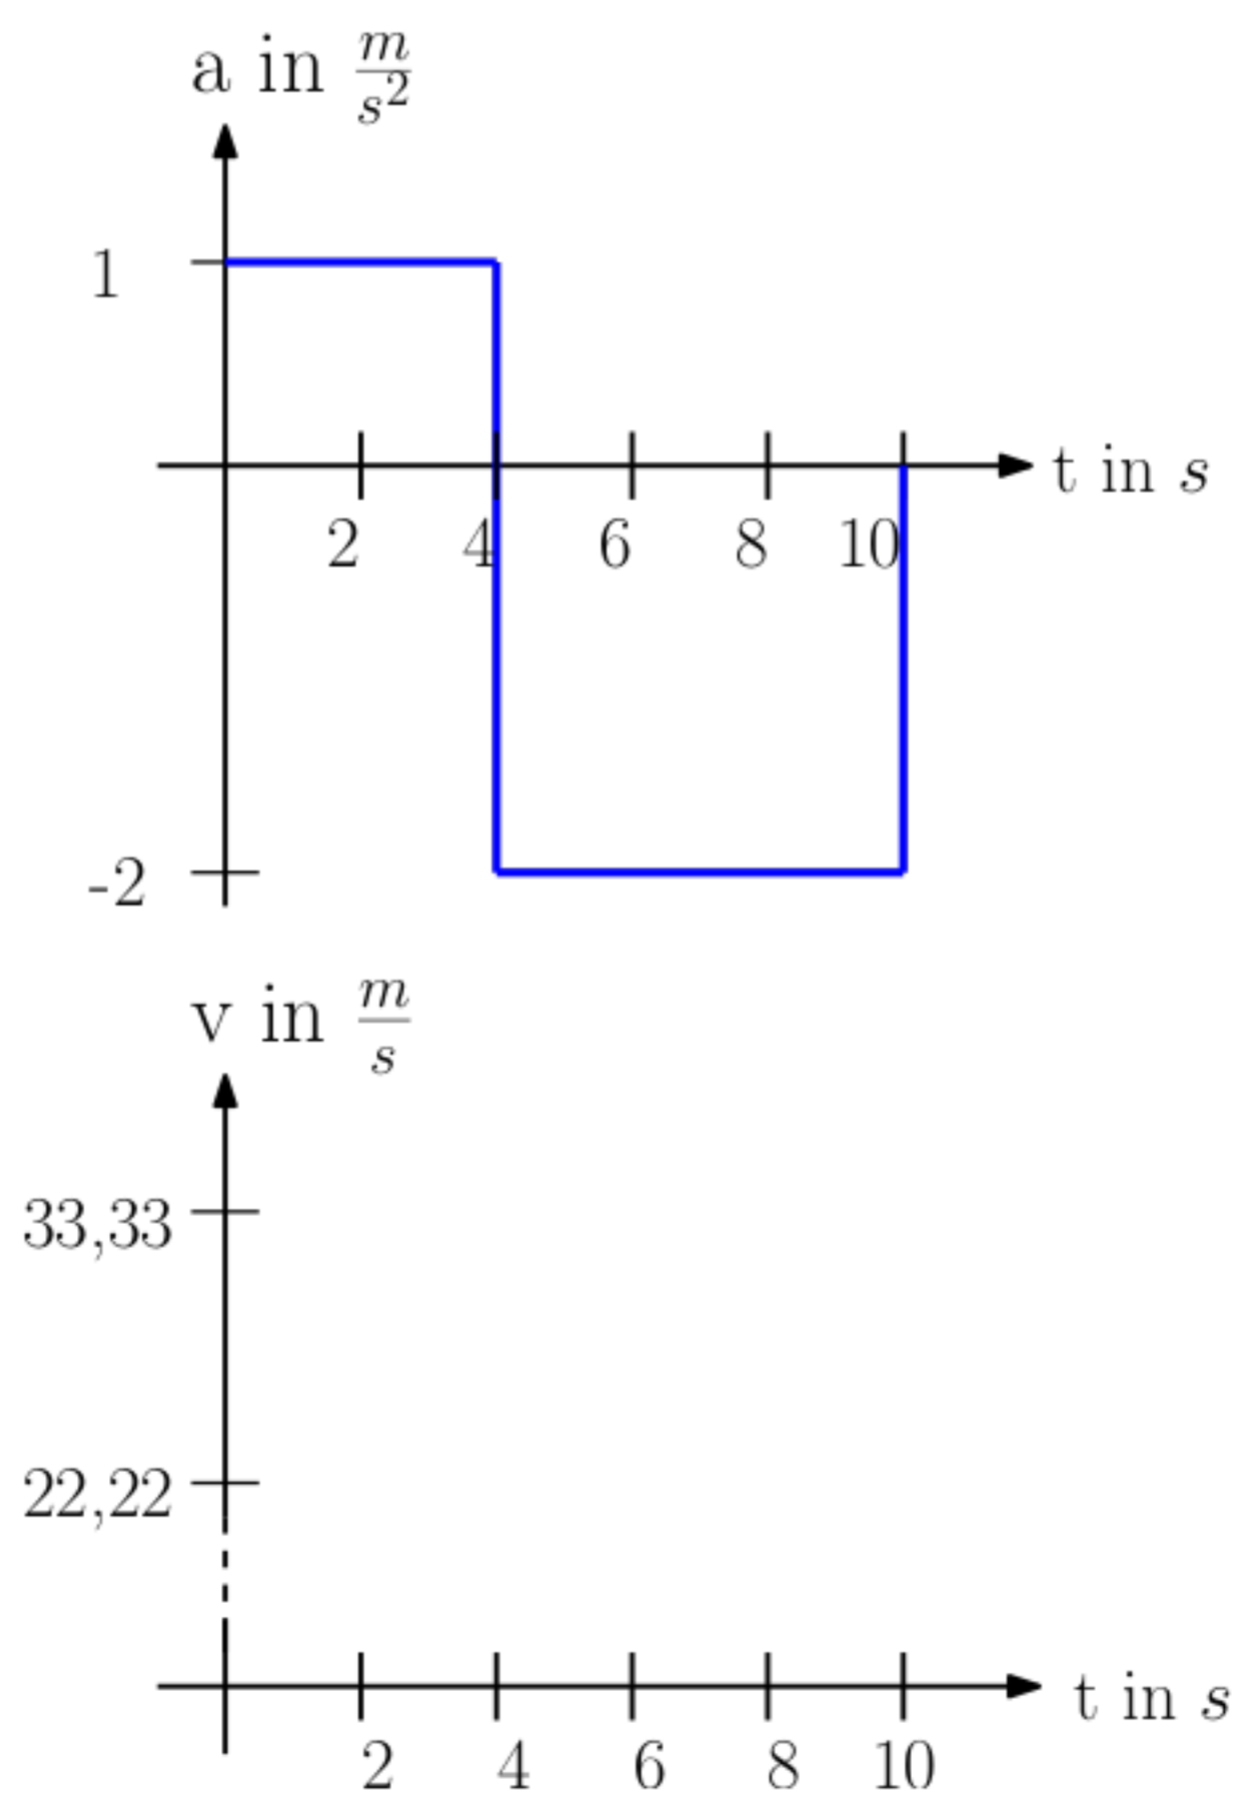
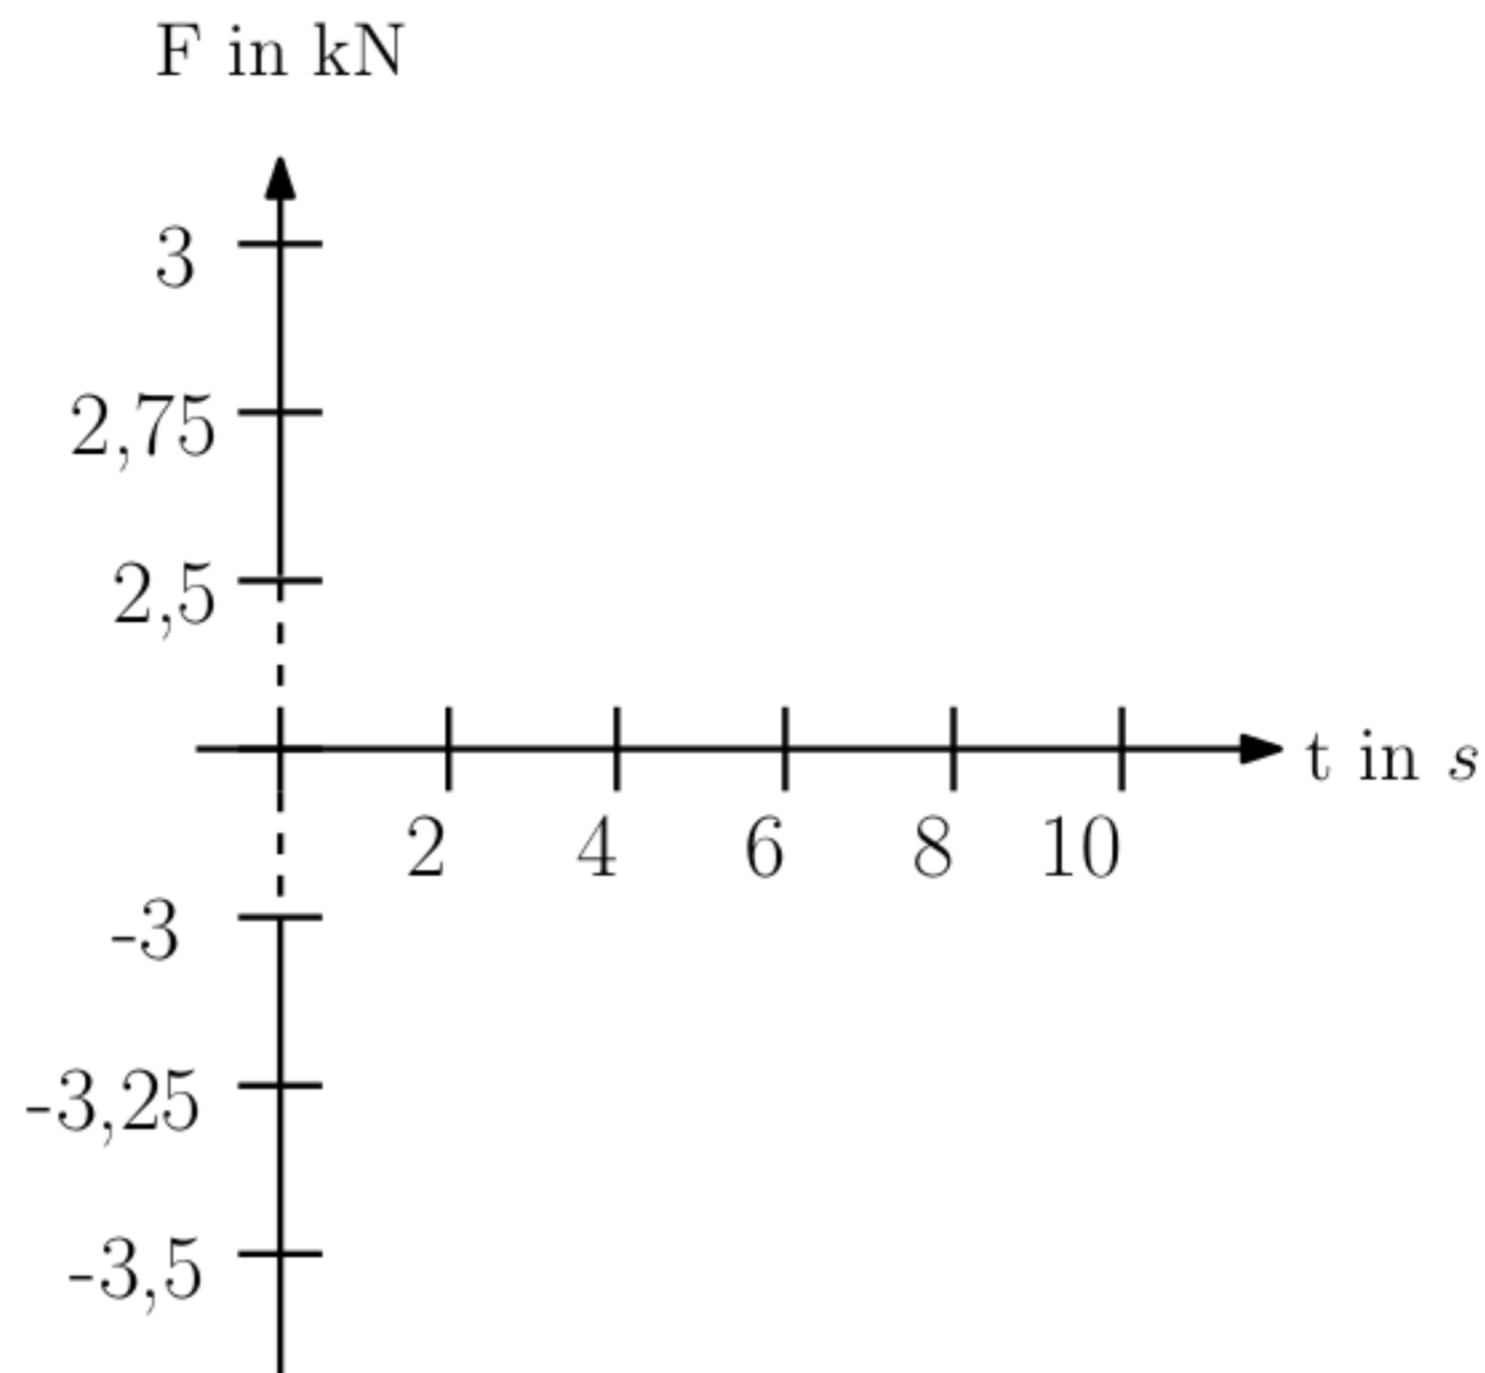

Abbildung 1: Geschwindigkeits- und Beschleunigungsprofil
Abbildung 2: Kräfte diagramm
Ein bereits fahrendes Elektroauto beschleunigt, muss dann aber verkehrsbedingt abbremsten. Daraus ergibt sich das Beschleunigungsprofil nach Abbildung 1.
- (1) Berechnen Sie das Geschwindigkeitsprofil und zeichnen Sie es in Abbildung 1 ein. Geben Sie für die Punkte $t_1 = 4\text{ s}$ und $t_2 = 10\text{ s}$ jeweils die Formel sowie Zahlenwert mit Einheit für die Geschwindigkeit an. (Hinweis: Beachten Sie v_0) (6 Punkte)
- (2) Berechnen Sie den zeitlichen Verlauf der einzelnen, auf das Fahrzeug einwirkenden Kräfte bei Windstille für die Zeitpunkte $t_1 = 4\text{ s}$ und $t_2 = 10\text{ s}$. Berechnen Sie zusätzlich den Luftwiderstand für den Zeitpunkt $t_0 = 0$. Beachten Sie, dass das Fahrzeug leicht bergauf fährt. Die viskose Dämpfung darf vernachlässigt werden. Wenn Sie die Geschwindigkeiten nicht berechnen konnten, nehmen sie $v_1 = 120\text{ km/h}$ und $v_2 = 80\text{ km/h}$ (9 Punkte)
- (3) Bilden Sie die Summe aller Kräfte für die Zeitpunkte $t_0 = 0$ s, $t_1 = 3,999$ s sowie $t_1 = 4,001$ s und $t_2 = 10$ s und zeichnen Sie den zeitlichen Verlauf in die Abbildung 2 ein. Es genügt, wenn Sie beim Verlauf des Anteils des Luftwiderstands qualitativ vorgehen. (10 Punkte)